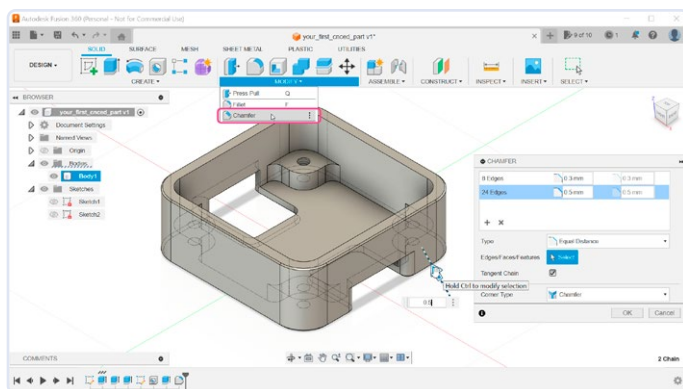

Figure 20. Lissage des bords extérieurs.
20. Les bords tranchants extérieurs seront arrondis avec l'outil **Chamfer**. Sélectionnez-le (**figure 20**) dans le sous-menu **Modify** et sélectionnez les bords extérieurs du boîtier. Pour le bord supérieur, j'ai pris la valeur minimale de 0,3 mm. Pour le bord inférieur, une valeur plus grande de 0,5 mm a été utilisée. Vous pouvez chanfreiner plusieurs bords avec différentes valeurs simultanément en utilisant le bouton **Add Selection Set** dans la boîte de dialogue **Chamfer**.